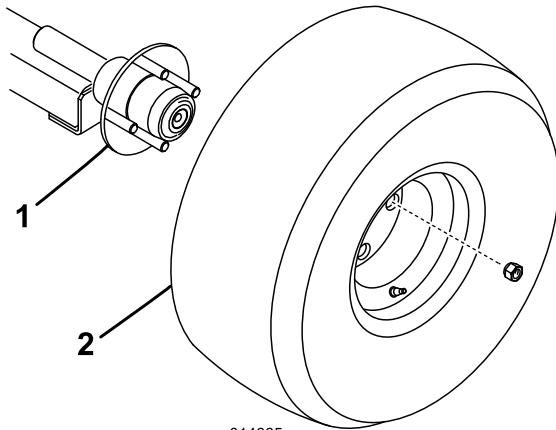

Bild 5
1. Montieren Sie ein Rad mit vier Radmuttern an jeder Achsennabe (**Bild 5**). Ziehen Sie die Muttern auf ein Drehmoment von 108 N·m an.